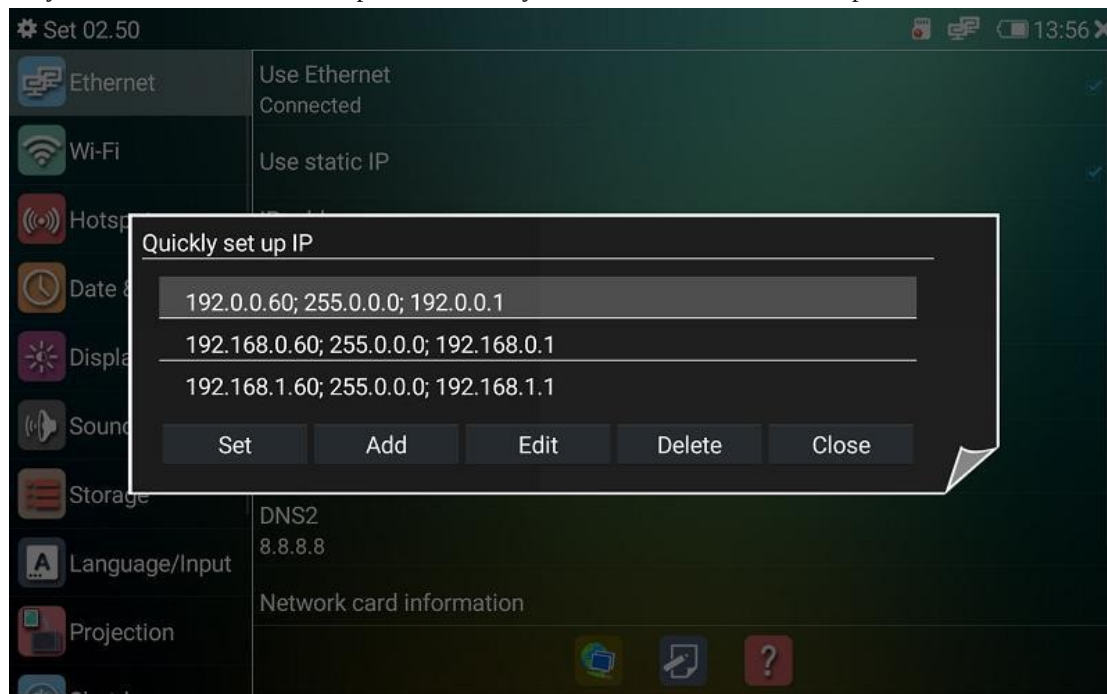

Рисунок 45
3. Коснитесь значка  внизу, чтобы быстро установить IP, быстрая настройка IP позволяет чтобы добавлять, редактировать и удалять часто используемые IP-адреса, коснитесь значка  внизу, чтобы восстановить настройки сети по умолчанию, как показано на рис. 45.